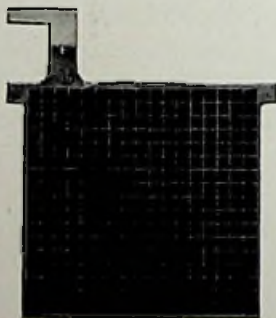

Fig 2.
2. **Roosterplaten;** in een looden rooster wordt de actieve massa, die in hoofdzaak bestaat uit verschillende lood-oxyden voorzien van bindmiddelen, gesmeerd. Het rooster zorgt er voor, dat de massa niet los kan raken. Zie fig. 2.